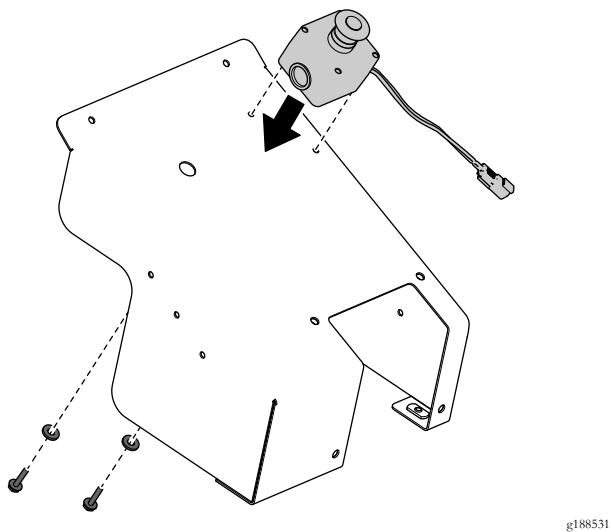

Рисунок 10
9. Установите ранее снятую кнопку аварийного останова в сборе на крышку (Рисунок 10).